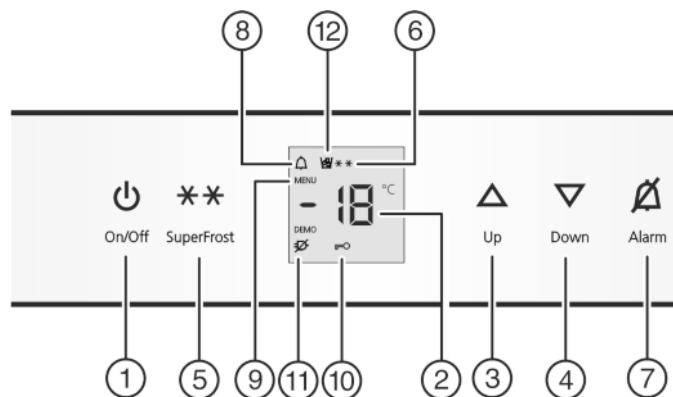

Fig. 2
- nospiediet pogu On/Off *Fig. 2 (1)*.
- Regulēšanas režīma ieslēgšana: Apmēram 5 sekundes turiet nospiestu pogu SuperFrost *Fig. 2 (5)*.
- ▷ Iedegas simbols Menu *Fig. 2 (9)*.
- Uz brīdi nospiediet pogu SuperFrost *Fig. 2 (5)*.
- Lai ieslēgtu aizslēgu pret bērnu piekļūšanu, īsi nospiediet pogu SuperFrost *Fig. 2 (5)*.
- ▷ Iedegas simbols Aizslēgs pret bērnu piekļūšanu *Fig. 2 (10)*. Indikatorā mirgo **c**.
- Lai izslēgtu aizslēgu pret bērnu piekļūšanu, īsi nospiediet pogu SuperFrost *Fig. 2 (5)*.
- ▷ Simbols Aizslēgs pret bērnu piekļūšanu *Fig. 2 (10)* nodziest. Indikatorā mirgo **c**.
- Regulēšanas režīma izslēgšana: nospiediet pogu On/Off *Fig. 2 (1)*.
- Nospiediet pogu Alarm *Fig. 2 (7)*.
Vienlaicīgi mirgo temperatūras indikators un Simbols Brīdinājums *Fig. 2 (8)*.
Skaņas brīdinājuma signāls automātiski apklust, Simbols Trauksme *Fig. 2 (8)* izdziest un temperatūras norāde pārstāj mirgot, ja temperatūra atkal ir pietiekoši zema.
- ▶ Augstākas temperatūras iestatīšana: Nospiediet pogu Up *Fig. 2 (3)*.
- ▶ Zemākas temperatūras iestatīšana: Nospiediet pogu Down *Fig. 2 (4)*.